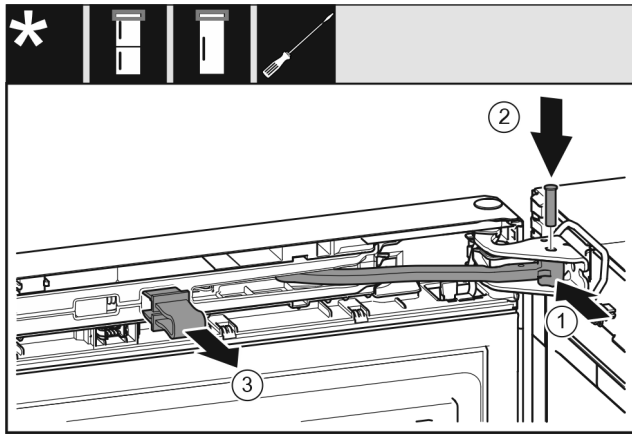

Fig. 50
- ▶ Rotulloni menteshën në drejtimin e bazamentit mbështetës. Fig. 50 (1)
- ▶ Futni bulonat në bazamentin mbështetës dhe në menteshë. Këtu bëni kujdes që gungat e kapjes të futen saktësisht në kanale. Fig. 50 (2)
- ▶ Hiqni siguresën. Fig. 50 (3)